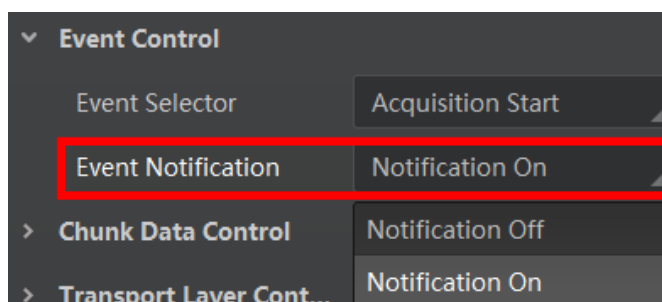

图8-12 设置事件通知状态
2. 设置参数 *Event Notification* 为 *Notification On*，如图 8-12 所示。